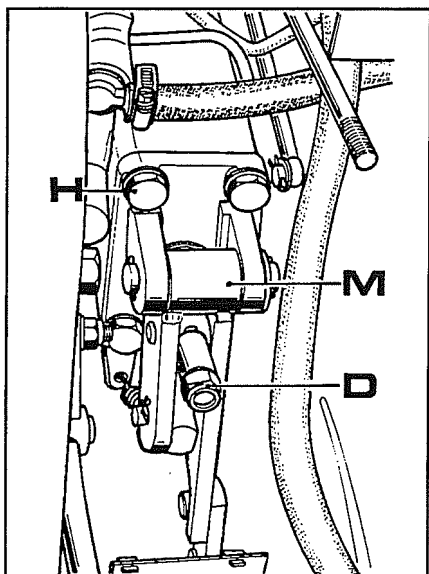

Fig. 10
- 2 Togliere il dado **D** fig.10, quindi togliere il rinvio **M** svitando le viti **H**.